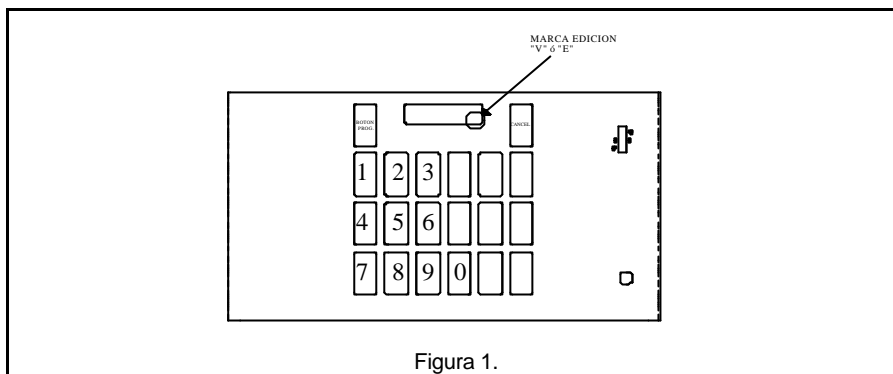

Figura 1.
- **BOTON PROG:** Esta tecla sirve para validar un precio ó para validar un código de acceso a otro nivel. También es utilizada para salir de programación. La tecla de preselección de azúcar tal y como se ve en la figura 1 tiene la misma funcionalidad que el botón de programación, con lo cual **NO ES NECESARIO MANTENER LA PUERTA DE LA MÁQUINA ABIERTA** cuando estamos en modo programación de la misma